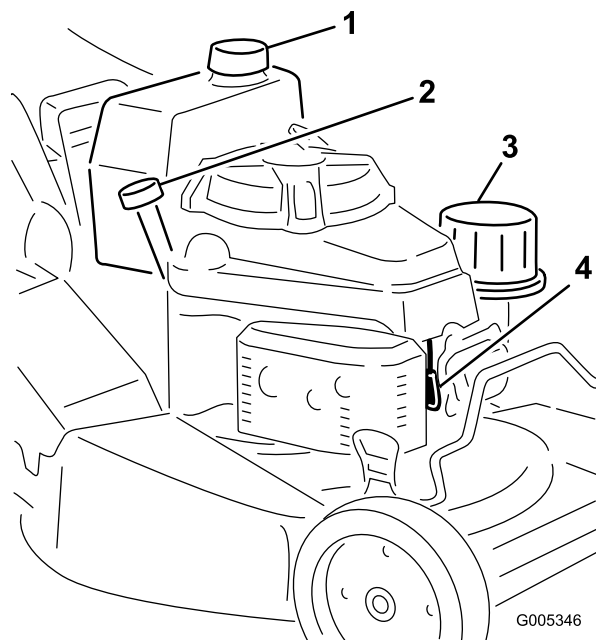

Figure 13
1. Nettoyez la surface autour du bouchon du réservoir de carburant (Figure 13).
1. Branchez la bougie (Figure 13).